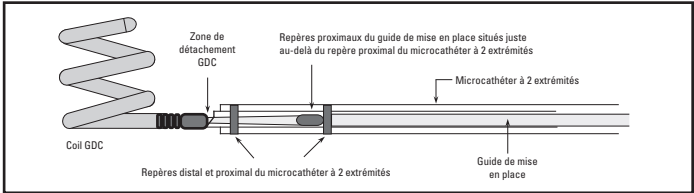

Figure 4. Alignement optimal des repères radio-opaques
9. Continuer à faire avancer le coil détachable GDC™ jusqu'à ce que le repère radio-opaque proximal du guide de mise en place soit exactement distal par rapport au repère proximal du microcathéter à 2 extrémités (voir Figure 4 ci-dessous). Serrer la valve hémostatique rotative afin d'empêcher tout mouvement du guide de mise en place et procéder au détachement en suivant les instructions données ci-dessous.
- Si les repères proximaux du microcathéter et du guide de mise en place ne sont pas correctement alignés. Pour voir un exemple d'alignement adéquat, se reporter à la figure 4.
16. Confirmer de nouveau par radioscopie que le repère proximal du guide de mise en place est exactement en position distale par rapport au repère proximal du microcathéter à 2 extrémités (Figure 4). Sa position peut avoir changé pendant le raccordement des câbles de connexion.